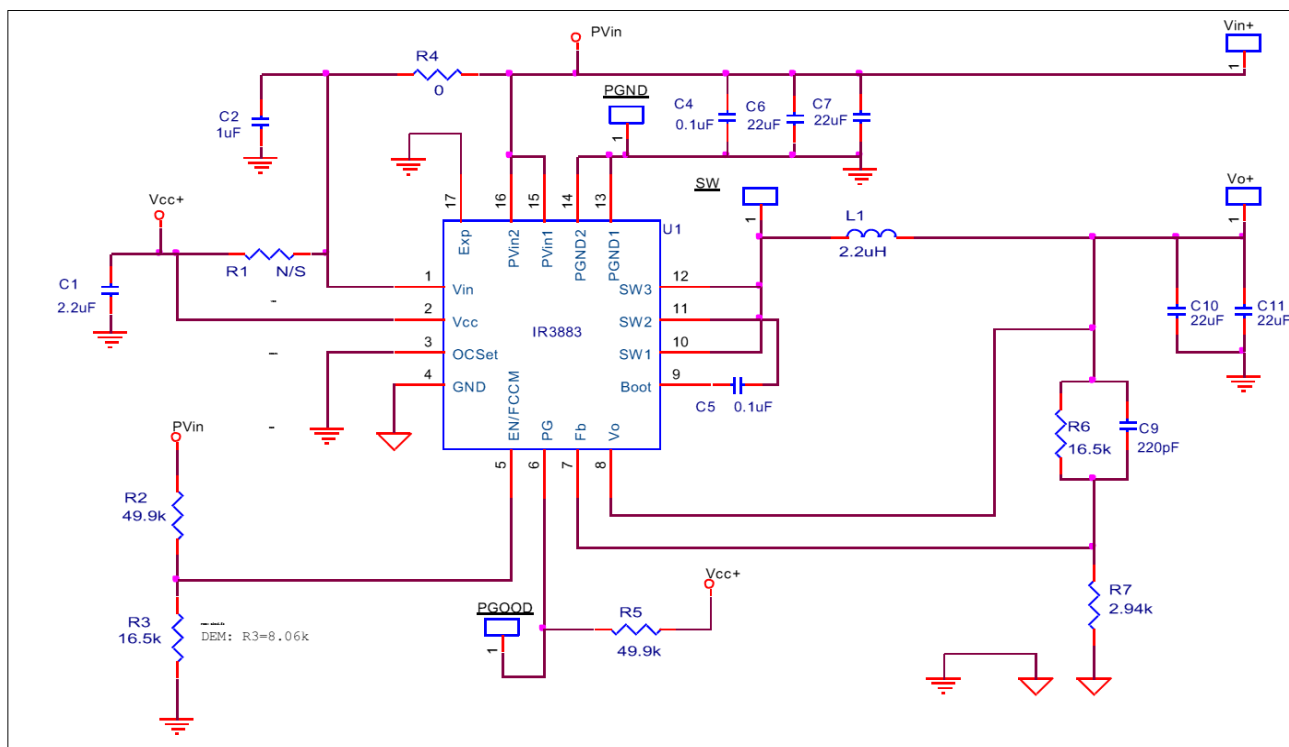

图 7-1 Application Circuit for a 12V to 3.3V, 3A Point of Load Converter
2. R_{FB1} 和 R_{FB2} 分别是上反馈电阻和下反馈电阻，在图 7-1 中分别对应 R6 和 R7。